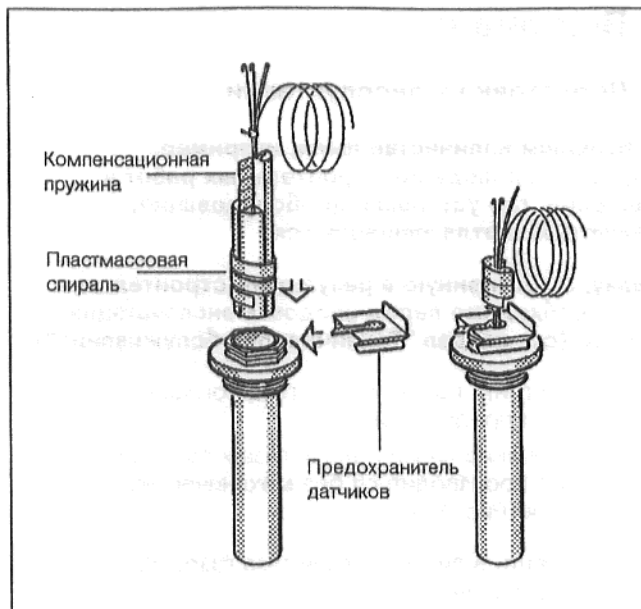

Рис. 10: Погружная гильза и датчики температуры
- Вставить датчики температуры до отказа в погружную гильзу. Пластмассовая спираль автоматически отодвигается назад. Компенсационную пружину необходимо также вставить в погружную гильзу (Рис. 10).
- Надеть предохранитель датчиков (комплект поставки устройства регулирования) сбоку или сверху на головку погружной гильзы (Рис. 10).